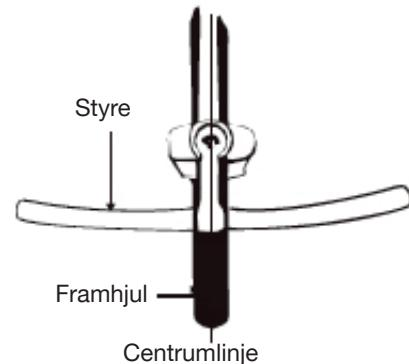

Fig. 10 Montering av styre och styrstag
2. Rikta in styrstammen med framhjulet (se fig. 10). Dra åt expanderbulten ordentligt med en justerbar nyckel. **OBS:** Vissa modeller kräver en 6 mm insexfyckel. (Åtdragningsmoment: 18N.m)
6. Se till att ditt styre och styrstam är ordentligt åtdragna innan du cyklar. Styret bör inte rotera i styrstammen. När du sträcker dig över och håller fast framhjulet mellan knäna bör inte styret kunna vridas när du applicerar horisontellt tryck. (Se fig. 10).